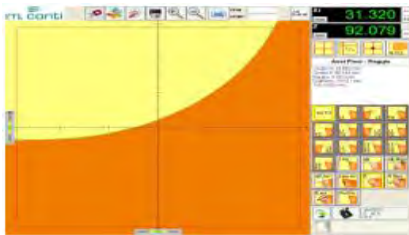

fig. G5
- Toutes les informations sur le cercle dessiné sont visualisées dans la fenêtre d'affichage des données géométriques (fig. G5)